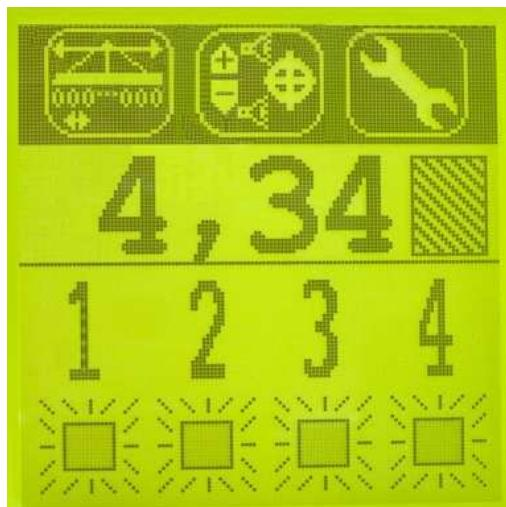

Fig. 2
programmation (fig. 2) et appuyer sur la touche pour accéder au menu ‘programmation’.
to bring up the programming icons (fig. 2) and then press for the “Programming” menu.
1). Drücken Sie mehrmals auf  , um die Programmierikonen aufzuleuchten zu lassen (Abb. 2) und